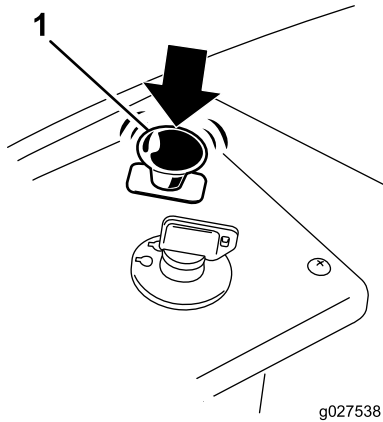

Figura 14
1. Desengrane las cuchillas moviendo el mando de control de las cuchillas a la posición de DESENGRANADO (Figura 14).